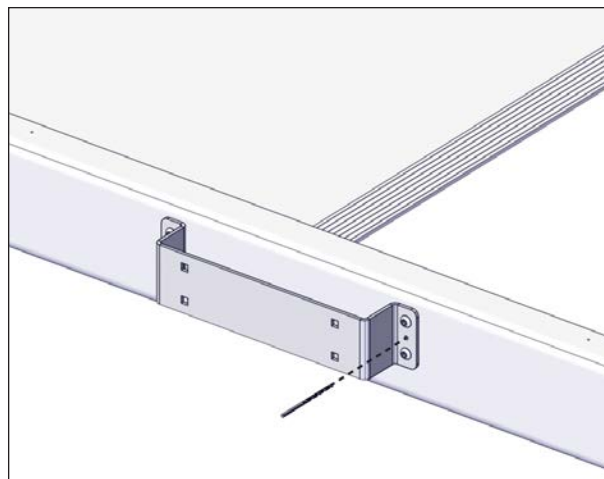

FIGURE 57: PERCER UN TROU ENTRE LES DEUX VIS
7. Percer un trou entre les deux vis du **côté interne** de chaque support de montage du couvercle et insérer une vis tranchante à tête hexagonale 8-32 x 3/8 po, voir Figure 57 et